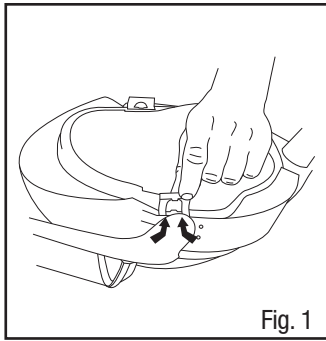

Fig. 1
2. Con el visor en la posición hacia arriba, tire hacia abajo del resorte de metal y tire hacia fuera para quitarlo (vea la Fig. 1).